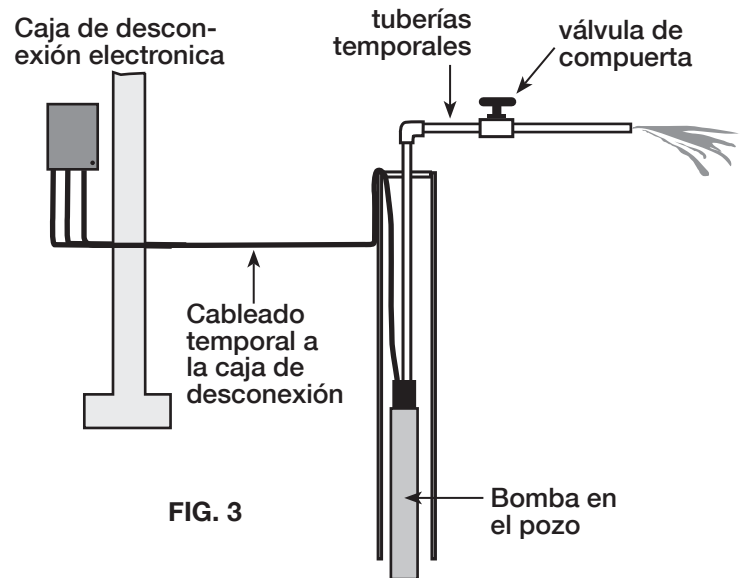

FIG. 3
1. Conectar un codo de tubería, un tramo corto de tubería y una válvula de compuerta de descarga de la bomba en boca de pozo (ver Fig. 3).
5. Conjunto válvula de compuerta en la descarga ter cera abierta; arrancar la bomba (ver Fig. 3).